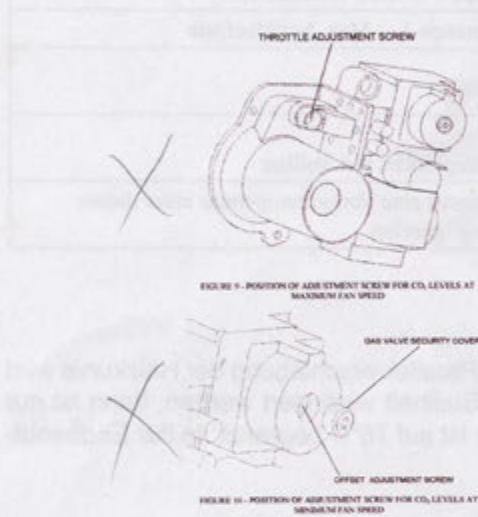

Bild 8
- e. Die Elektroden auf Verunreinigung, festen Sitz und Beschädigung prüfen. Falls notwendig, die Elektroden ausbauen und mit feinem Sandpapier reinigen. Zum korrekten Einbau siehe Bild 8.